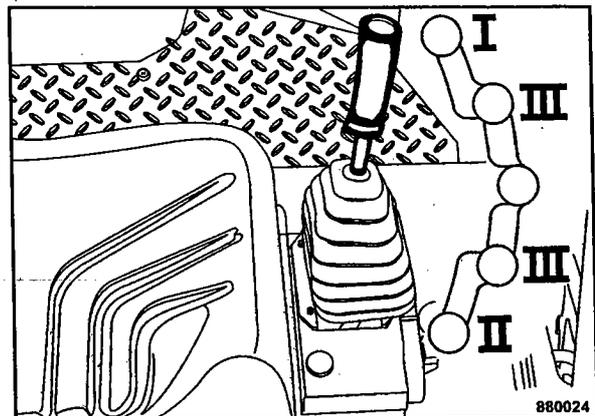

Fig. 50
- Sacar la palanca de marcha (Fig. 50) del encaje de frenado y desplazarla poco a poco hacia la deseada dirección de marcha.